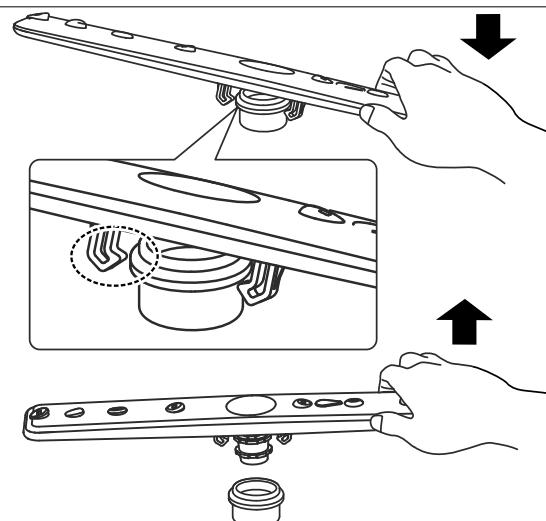

Fig. 22 – Extracción del brazo pulverizador
- ▶ Retire los brazos pulverizadores (1 y 2) del interior del aparato (véase Fig. 22) para limpiarlos. Extraiga el brazo pulverizador de la fijación.